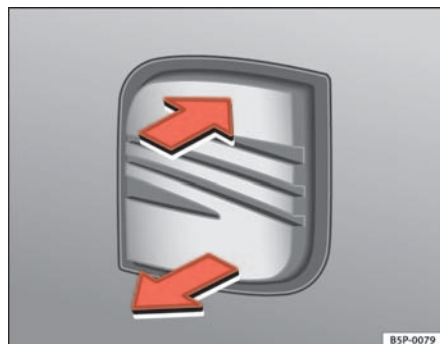
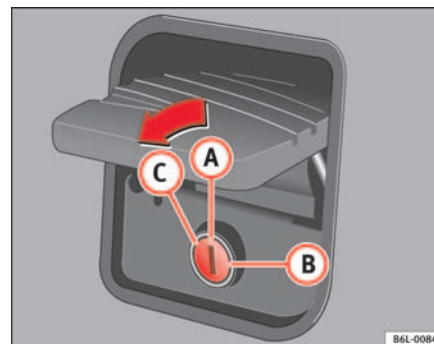

Fig. 50 Capot de coffre : ouverture de l'extérieur
Fig. 51 Verrouillage du capot de coffre
- Tirez sur le levier et levez le hayon ⇒ fig. 50. Le trou de la serrure doit être en position verticale ⇒ fig. 51 **(a)**.
L'œil de la serrure **(a)** ⇒ fig. 51 étant en position verticale, le coffre s'ouvre et se ferme automatiquement au moyen du verrouillage centralisé. D'autre part, le coffre arrière peut être ouvert ou fermé à clé.
L'œil de la serrure étant en position horizontale **(b)** ⇒ fig. 51, une fois le coffre arrière fermé, il reste verrouillé en permanence une fois fermé et ne pourra être ouvert qu'avec la clé principale.
Pour ouvrir le coffre arrière, il faut tourner la clé au maximum **(c)** ⇒ fig. 51 dans le sens de la flèche. Dans cette position, la clé ne pourra pas être sortie de la serrure.